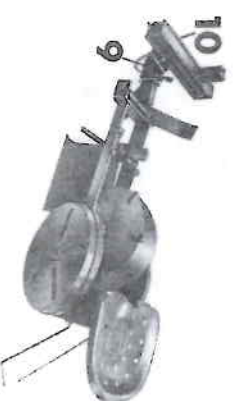
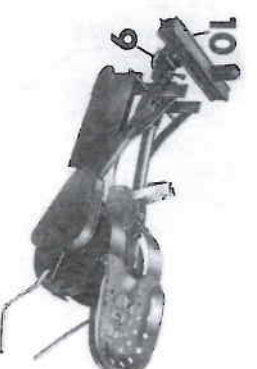

Abb. 78
Abb. 79
2. An der linken Seite der Universalschiene (5) den Transportkarren (6) und an der rechten Seite der Universalschiene (7) die Transportdeichsel (8) aufklemmen.
Im RAU-KOMBI-System werden Pflanzensetzaggregate "System Weiste" – Abb. 78 – und "System Löwe" – Abb. 79 – verwendet. In jedem Fall werden die einzelnen Pflanzensetzaggregate über Werkzeugklauen (9) mit der Universalschiene (10) verbunden. Die Arbeitsweise und Einstellung der Pflanzensetzaggregate ist jeweils aus der Bedienungsanleitung ersichtlich, die den Pflanzensetzaggregate beigelegt ist.